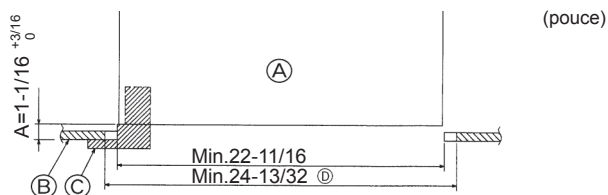

Fig. 7-2
7.2. Préparation avant d'attacher la grille (Fig. 7-2)